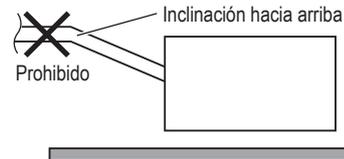

Fig. 7-12
- No instalar el tubo en pendiente ascendente desde el orificio de conexión. Esto ocasionará que el agua fluya en sentido inverso y que se filtre cuando la unidad no esté funcionando. (Fig. 7-12)